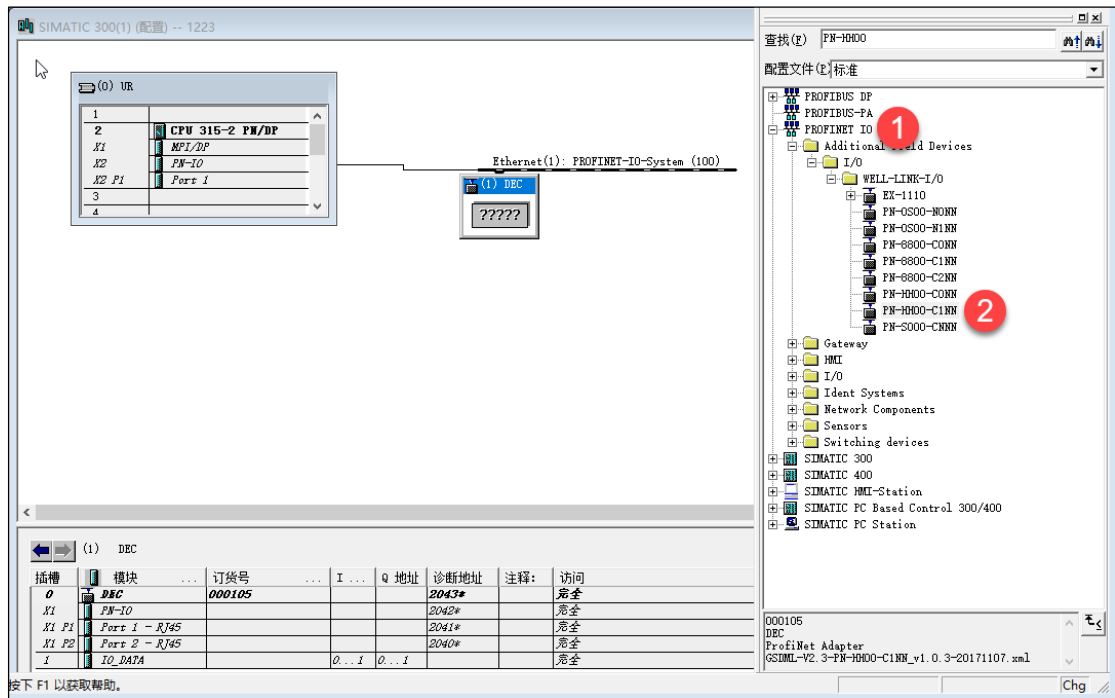

图 5-2-25 将 IO 模块添加在 Ethernet (1) 子网中
在 Ethernet (1) 中，配置 I/O 设备站，在右侧中选择 PN-HH00-C1NN 拖拽到 Ethernet (1) 子网下面，如图 5-2-25 所示。